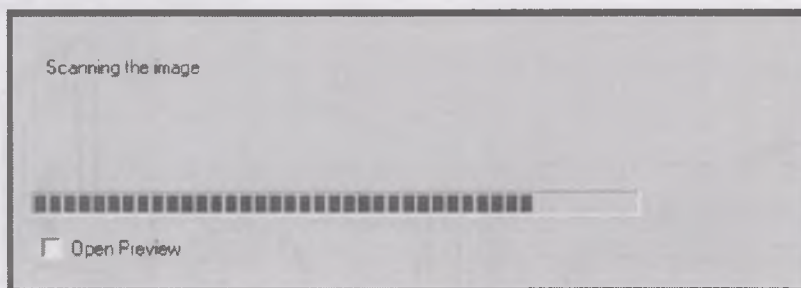

Рисунок 32
8.1.1.21 После завершения съемки на экране ПК появится окно выполнения загрузки изображения (см. рисунок 32). Это означает, что изображение передается на ПК.